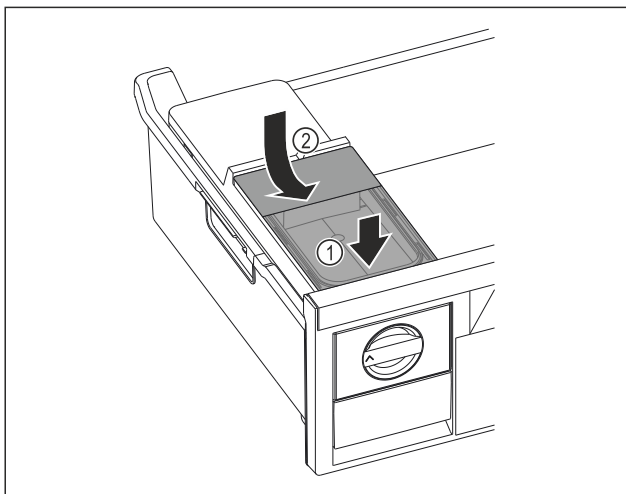

Fig. 82
- Placer le réservoir d'eau à l'avant. Fig. 82 (1)
- Abaisser le réservoir d'eau à l'arrière. Fig. 82 (2)